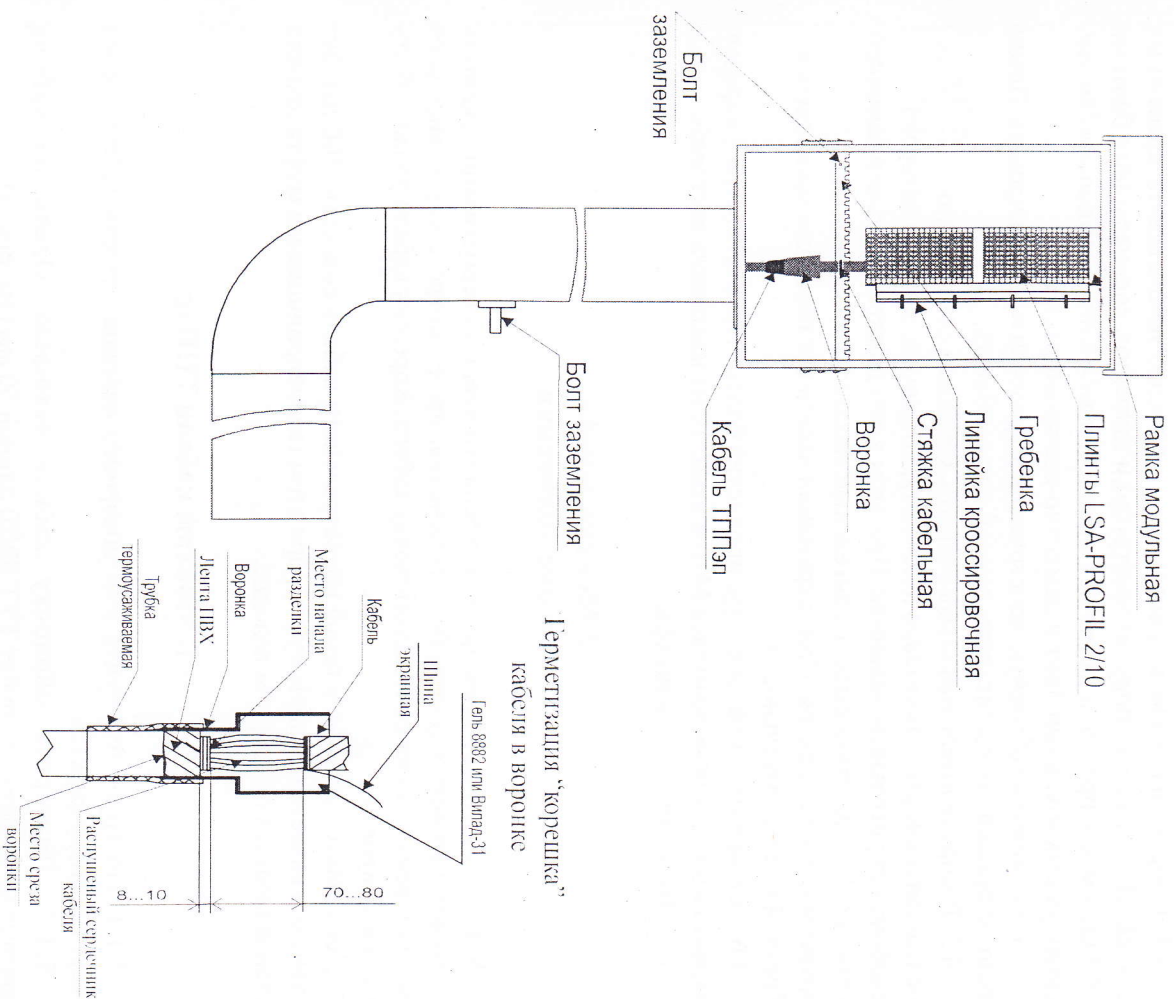

Рис. 3. Схема разводки кабеля в шкафу
5.1.9. Стык конуса воронки с оболочкой кабеля обмотать 4-5 слоями ПВХ. При этом каждый последующий слой должен перекрывать предыдущий на 50 %. На рис. 3 показан конец кабеля, подготовленный к герметизации.
5.1.2. Протереть оболочку кабеля ветошью. Одеть на кабель термоусаживающую трубку ТУТ 60/20 длиной 60 мм (см. рис. 3).